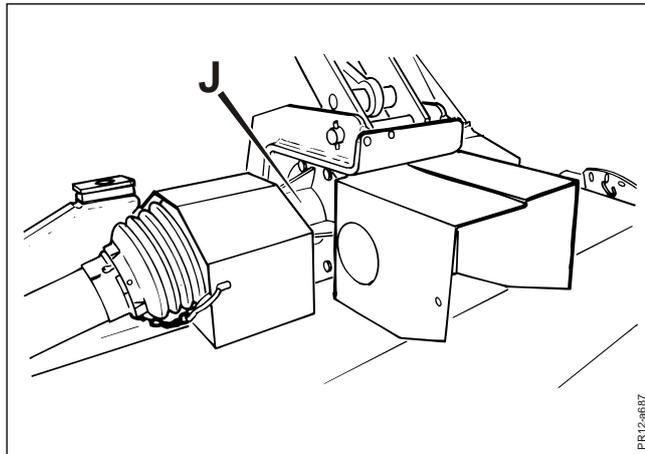

Fig. 4-11
**Fig. 4-11** Dieses Winkelgetriebe **J** ist zwischen den beiden Gelenkwellen auf der Maschine angebracht. Es ist das Getriebe für umgekehrte Drehrichtung auf dem Schlepper PTO, das gewendet wird.